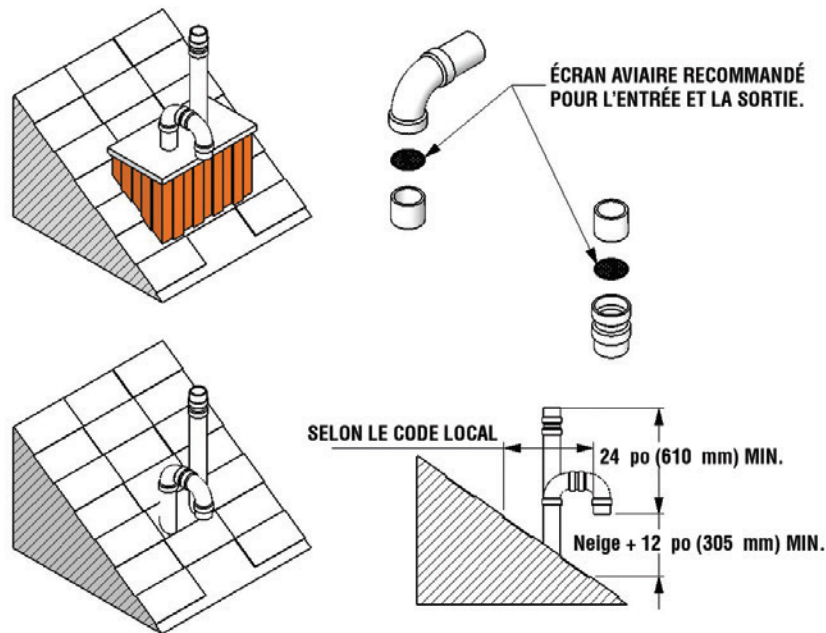

Figure 5 : Ventilation à travers le toit. Configuration de l'extrémité des conduits.
- Comme le conduit d'alimentation n'est habituellement pas drainé, il doit se terminer par un coude inversé (voir la figure 5). Le conduit d'alimentation ne doit pas nécessairement traverser le toit à la même hauteur que le conduit d'évacuation (tel qu'illustré); il peut être installé plus bas sur le toit.
Il est extrêmement important de respecter la distance minimale entre l'extrémité du conduit d'évacuation des gaz de combustion et la prise d'air de la chaudière, tel qu'illustré aux figures 5, 8 et 13. Ne pas se conformer à cette exigence peut avoir comme conséquence une situation dangereuse où des gaz de combustion évacués sont réintroduits dans la chaudière par l'entrée d'air de combustion. Des dommages à la chaudière peuvent résulter de cette distance insuffisante. Le montage incorrect invalidera la garantie.